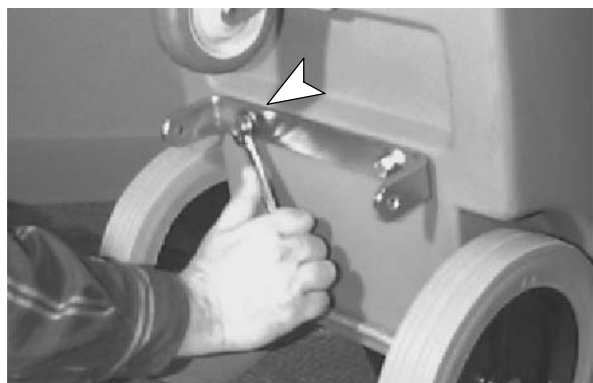

図 1
5. スクイージー取り付けブラケット（キットに含まれています）を図1のとおりに取り付け、4の項目ではずしたボルトとワッシャーで固定します。（図1）。